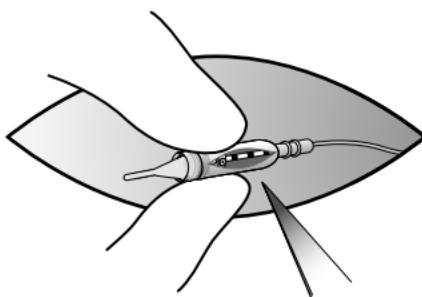

Figure 4. Découpe du capuchon de protection du connecteur pour dégager la vis de fixation.
4. Couper le capuchon de protection du connecteur sur le capuchon de l'électrode afin d'exposer la vis de fixation (Figure 4).